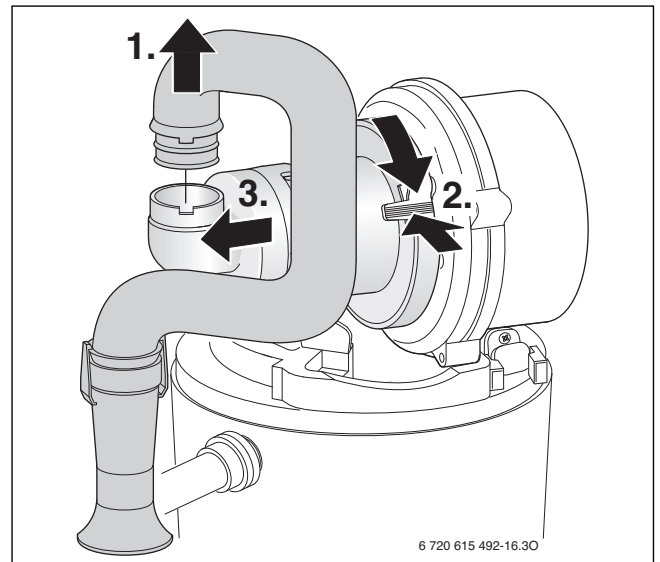

Bild 86 Saugrohr und Mischeinrichtung ausbauen
- ▶ Mischeinrichtung nach Bild 86 ausbauen.